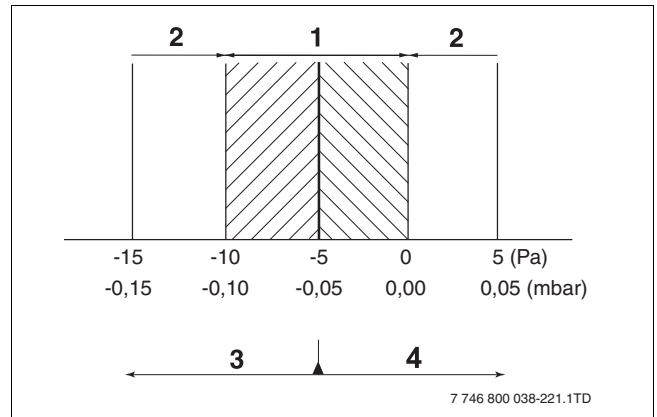

Fig. 55 Gas/lucht-verhouding instellen
- Stel, indien nodig, de gas/lucht-verhouding opnieuw af met behulp van de stelschroef (4 mm inbus) (fig 55, **pos. 1**). De stelschroef bevindt zich achter de afdekdop.